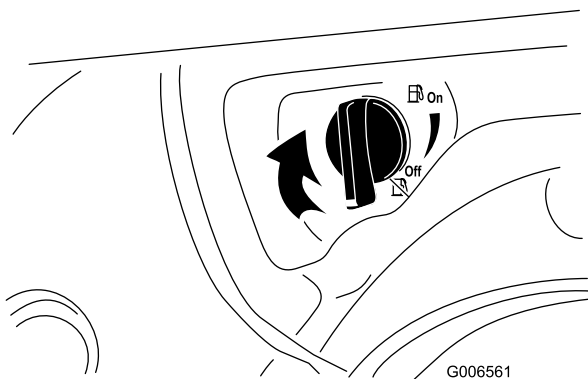

Figure 25
4. Fermez le robinet de carburant en le tournant dans le sens horaire (Figure 25).